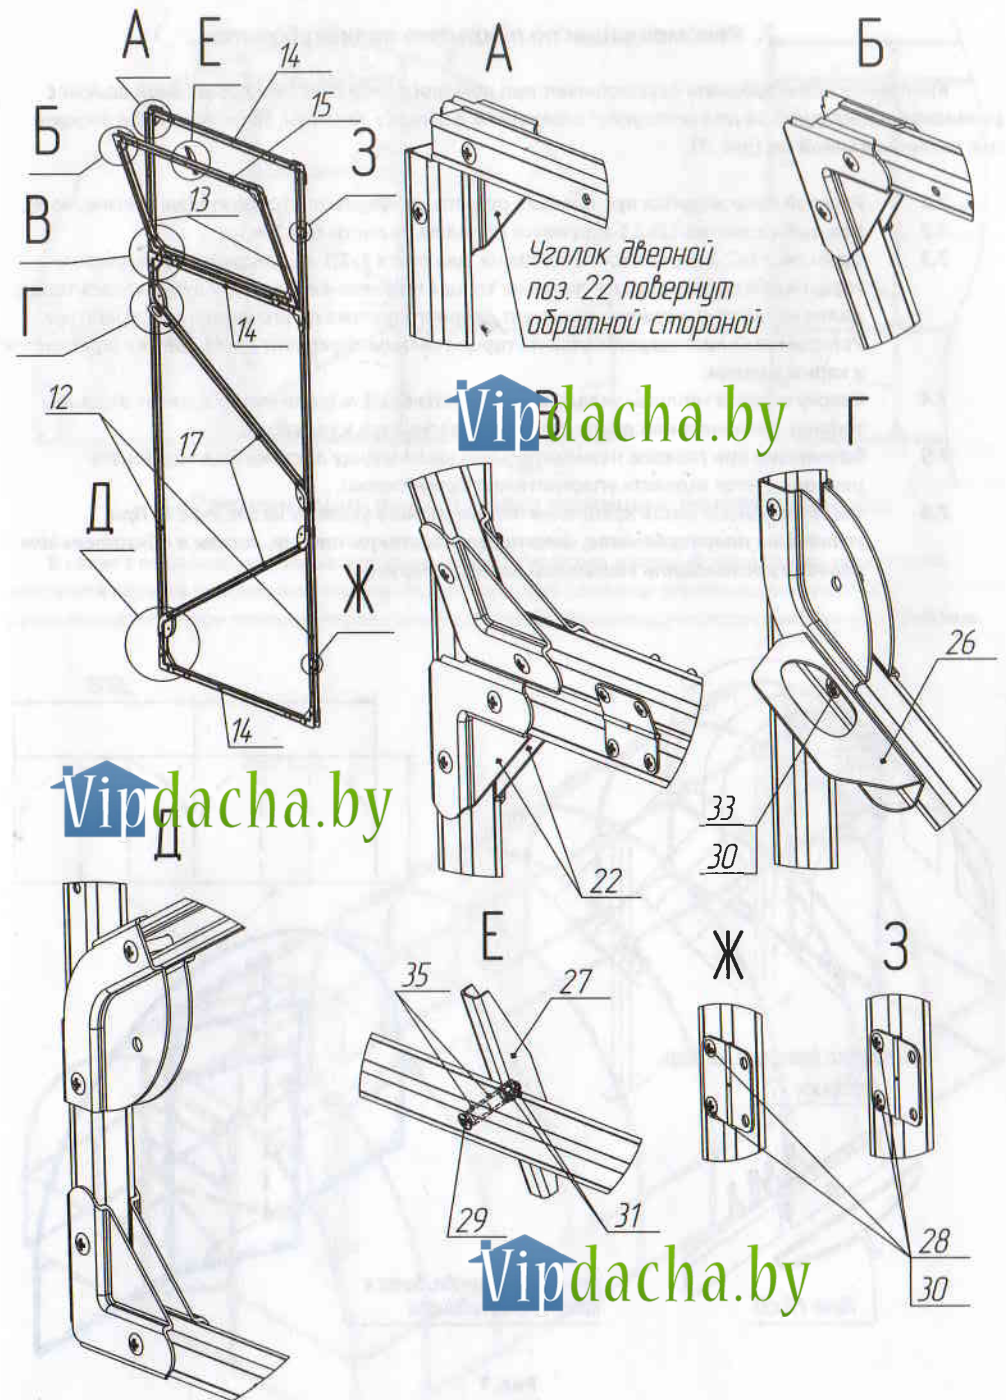

Рис. 6
6.5 Соберите каркасы дверей с форточками (рис.6). **Не забывайте, что расположение стоек двери, имеющих отверстия под установку петель должно соответствовать расположению стойки дверного проема также имеющей отверстия под навеску.**
6.7 Установка вертушков на двери производится после крепления поликарбоната в любом удобном месте, вертушки на форточки крепятся к детали 15 рис. 6(Е). Крепятся вертушки при помощи винта M4x35 и двух гаек, при креплении к детали 15 на винт в качестве проставок надеваются две втулки ПВХ.